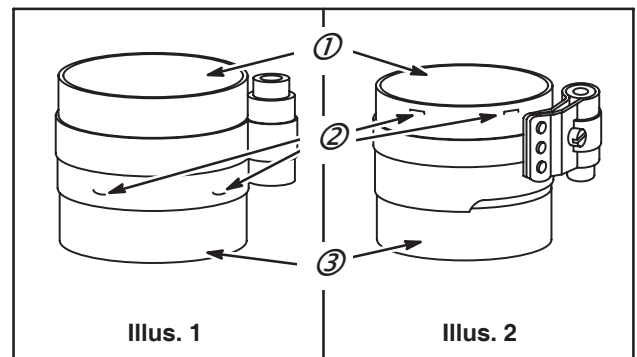

Fig. 11
NOTE: Sur les moteurs à alésage aluminium, utiliser le compresseur de segments avec les ergots (2) en haut (1), comme indiqué, Fig. 11, Illus. 2. Sur les moteurs à cylindre en fonte et chemisés fonte, utiliser le compresseur avec les ergots (2) en bas (3), comme indiqué, Fig. 11, Illus. 1.